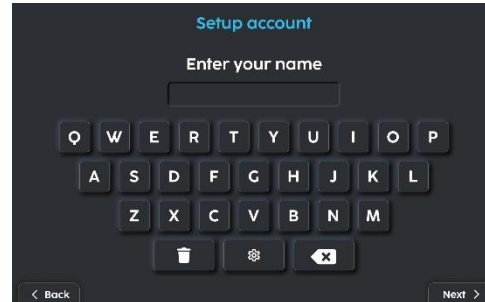

Fig. 4
4. Saisissez le nom de votre compte (Fig. 4).